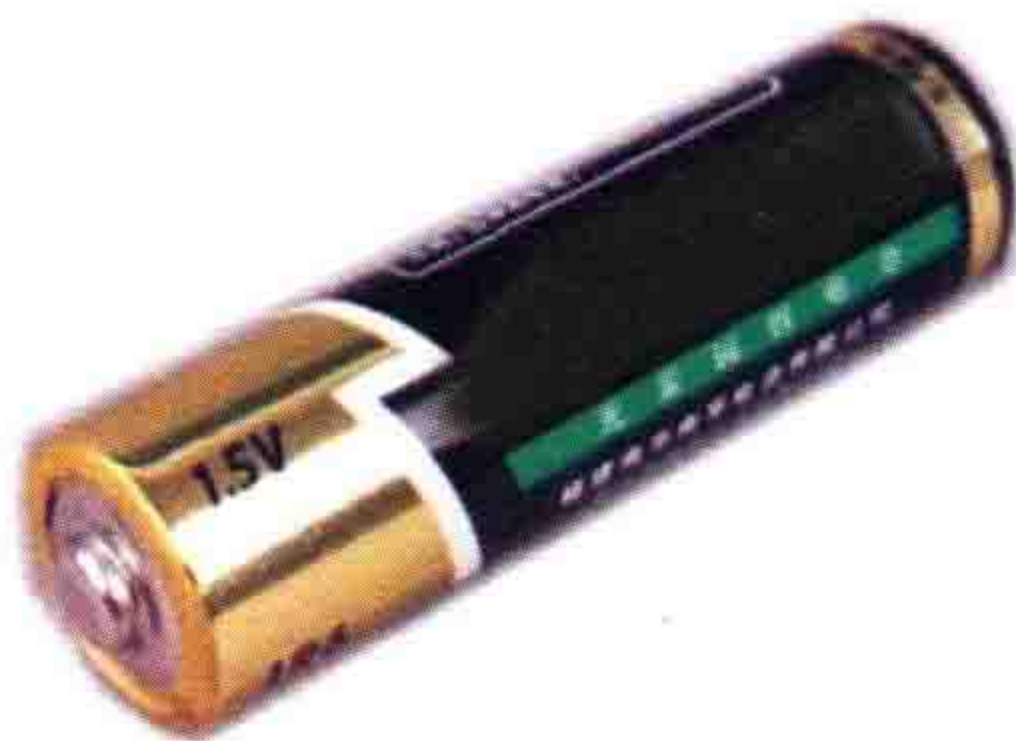

图1-2 5号干电池（1.5V）
2) 常见电压值。一节 5 号干电池（图 1-2）的电压为 1.5V，安全电压不高于 36V，家庭电压为 220V，而汽车电气系统的额定电压有 12V 和 24V 两种。